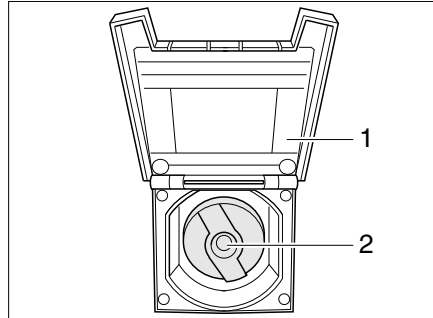

Bild 215 Verschlussdeckel für Trinkwasser-Einfüllstutzen
- Deckel (Bild 215,1) zum Trinkwasser-Einfüllstutzen öffnen.
- Schlüssel in Schließzylinder (Bild 215,2) stecken und eine viertel Umdrehung entgegen dem Uhrzeigersinn drehen.
- Trinkwasser-Einfüllstutzen (Bild 215) öffnen.